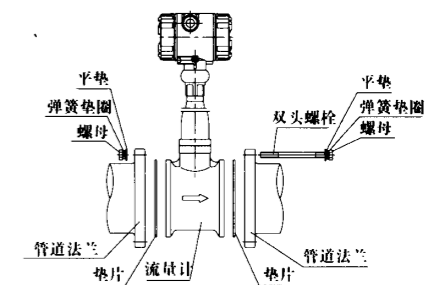
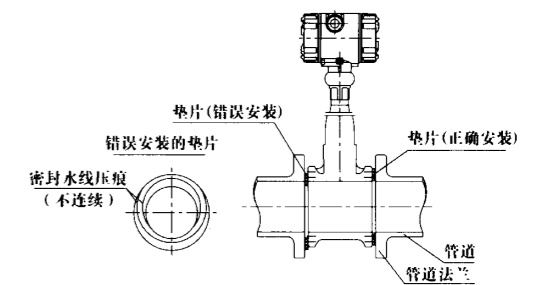

图 16
图 17
传感器尽量避免安装在振动较强的管道上,若不得已要安装时,必须采取减振措施,在传感器的上下游 2D 处分别设置管道紧固装置,并加防振垫。(图 16)
- 2、涡街流量计安装时,先把专用法兰与前后直管段焊接,再把涡街流量计放在中心,中间放密封垫,用双头螺栓夹紧连成一体(图 16)。大口径连体式法兰,用户另配一对法兰,将法兰焊在前后管道上,再把涡街传感器在中心,中间放密封垫,用螺栓分别将前后两对法兰分别连成一体。为保证传感器的准确度,在安装时应避免将密封垫片突出在管道内(图 17)。